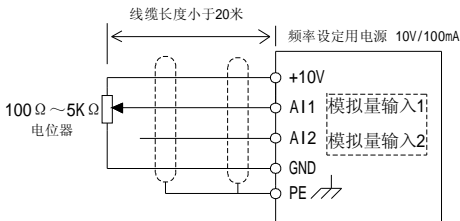

图 3-14 模拟量输入端子接线示意图
- Ⅰ 模拟电压信号特别容易受到外部干扰，所以一般需要用屏蔽电缆，而且接线距离尽量要短，应小于 20m，如图 3-14 所示。